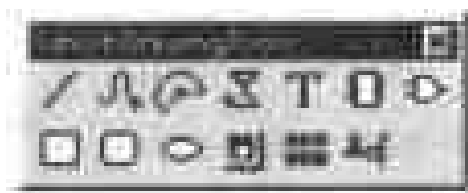

图 5-23 SchLib Drawing Tools 工具栏
在原理图元件库编辑器的工作窗口中编辑元件,经常会使用到 SchLib Drawing Tools 工具栏中提供的工具。选择 View > Toolbars > Drawing Toolbar,或者在原理图元件库编辑器的主工具栏中单击  按钮,即可打开如图 5-23 所示的 SchLib Drawing Tools 工具栏。
(1) 按照 5.3 节的介绍,打开原理图元件库编辑器,并创建一个新的原理图元件库文件,当前默认的新元件名称为 Component_1。
(2) 选择 View > Toolbars > Drawing Toolbar,在工作窗口中打开如图 5-23 所示的 SchLib